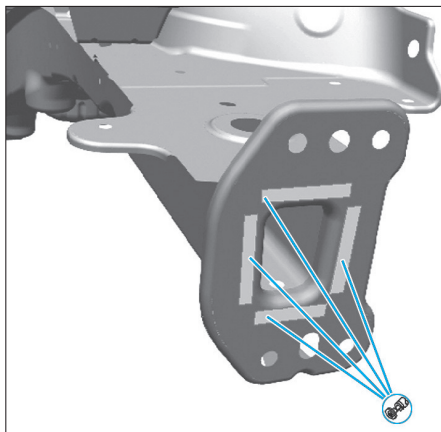

FIG. 10
- Meuler la tôle de fermeture du longeron et la déposer (Fig.10).